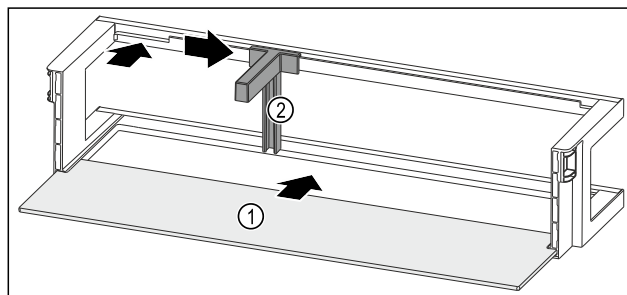

Fig. 252 Balconcino controporta con ripiano
- ▶ Inserire il ripiano Fig. 252 (1) negli incavi laterali.
- ▶ Inserire il fermabottiglie Fig. 252 (2) nell'incavo.
- ▶ Fare scorrere il fermabottiglie Fig. 252 (2) lateralmente alla posizione desiderata.